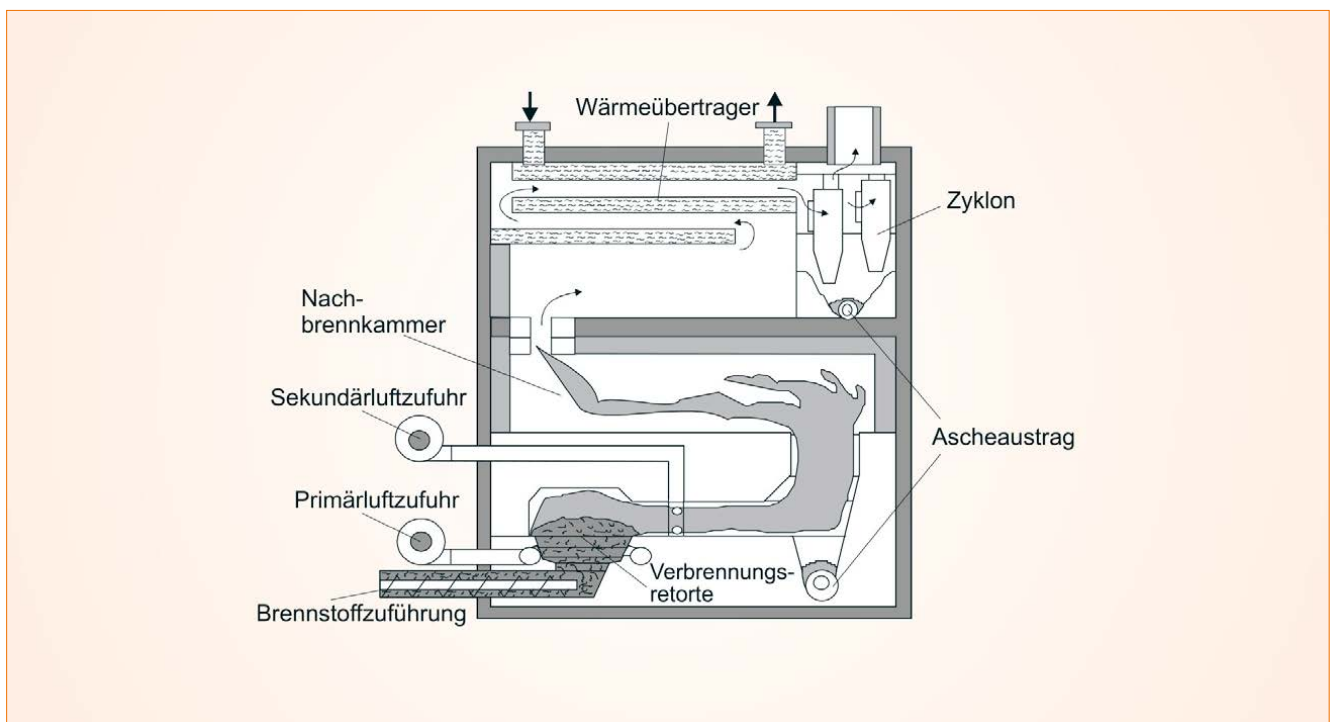

Abb. 15: Schematische Darstellung einer Unterschubfeuerung (s. Quellenverz. 1)
- Unterschubfeuerung mit automatischer Beschickung von unten (s. Abb. 15)
Abb. 15 zeigt schematisch die Funktionsweise einer *Unterschubfeuerung*. Die Verbrennung der festen Brennstoffbestandteile findet in der Brennermulde statt. Hierfür wird Verbrennungsluft (Primärluft) von unten in das Glutbett zugeführt. Die Sekundärluft außerhalb des Glutbetts sorgt für eine vollständige Verbrennung des in der Feuerung entstehenden Holzgases. Diese regelt den optimalen Abbrand der Holzgase im Kessel und minimiert die Emissionswerte.